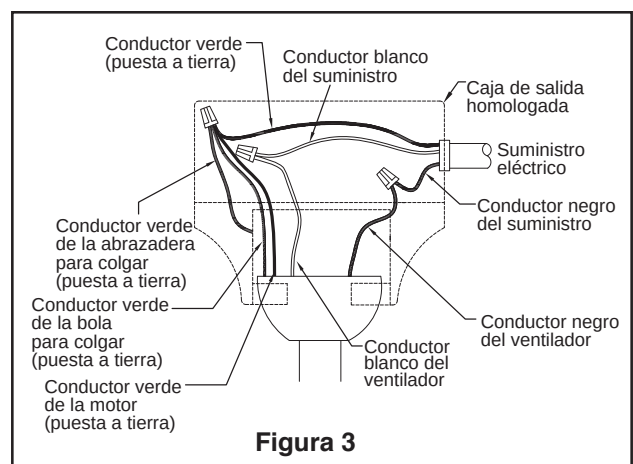

Figura 3
2. Una vez realizadas las conexiones, gire los conductores hacia arriba y, con cuidado, colóquelos dentro de la caja de salida; con los conductores blancos y verdes hacia un lado y los conductores negros hacia el otro. Los cables deben separarse, el conductor con conexión a tierra y el conductor con conexión a tierra del equipo hacia un lado de la caja de salida, y el conductor sin conexión a tierra hacia el otro. (Figura 3)